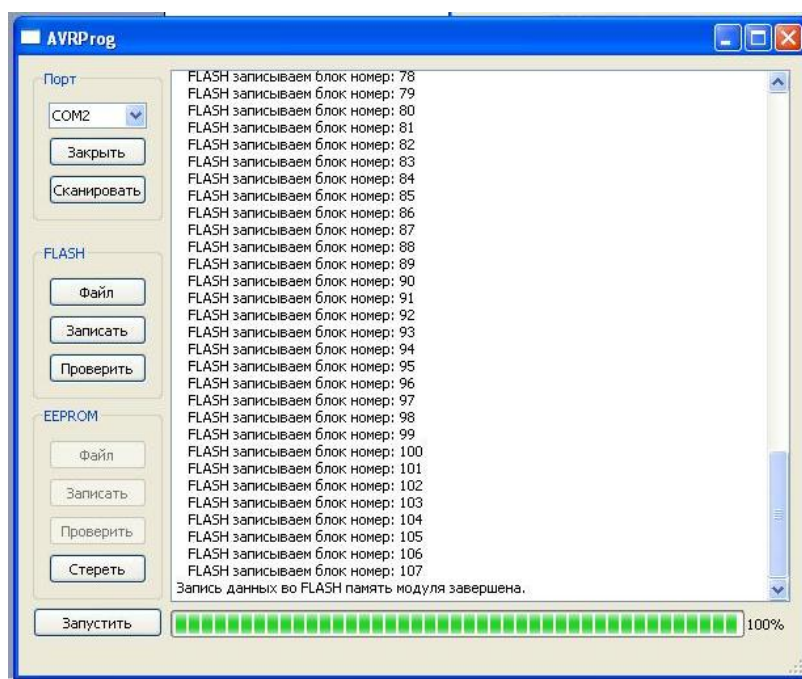

Рис.6
- Нажмите кнопку “Записать”. В случае успешной смены прошивки появится изображение, аналогичное рис.6.